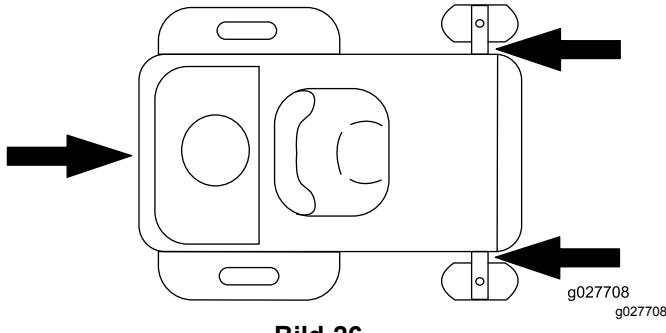

Bild 26
- 5. Vergurten Sie die Maschine in der Nähe der vorderen Laufräder und der hinteren Stoßstange (Bild 26).